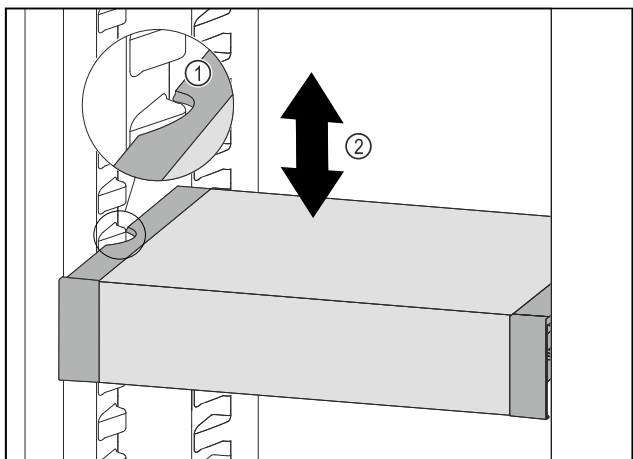

Fig. 41
- ▶ Táhněte VarioSafe dopředu, dokud nebudou boční vybrání VarioSafe na úrovni žebrování na nádoby v chladničce. Fig. 41 (1)
- ▶ Posouvajte VarioSafe v chladničce nahoru nebo dolů, dokud nedosáhnete požadované výšky. Fig. 41 (2)